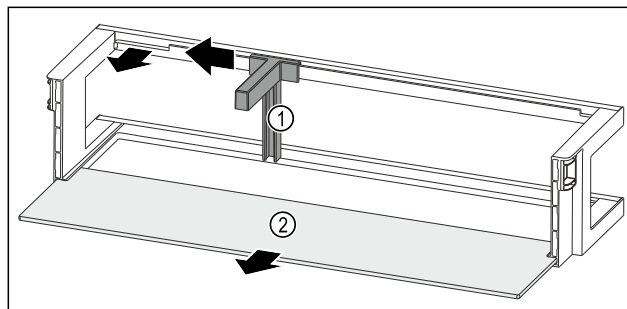

Fig. 223 带瓶托和搁板的门边存放架
- ▶ 将瓶托 Fig. 223 (1)推至槽边。
- ▶ 取出瓶托 Fig. 223 (1)。
- ▶ 取出搁板 Fig. 223 (2)。